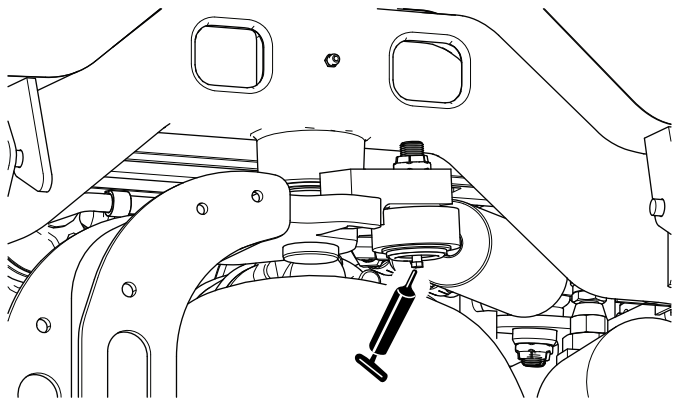

Figura 60
**Nota:** Se desejar, instale outro bocal de lubrificação na outra ponta do cilindro da direção. Retire o pneu, instale o bocal, lubrifique o bocal, retire o bocal e instale o tampão (Figura 60).